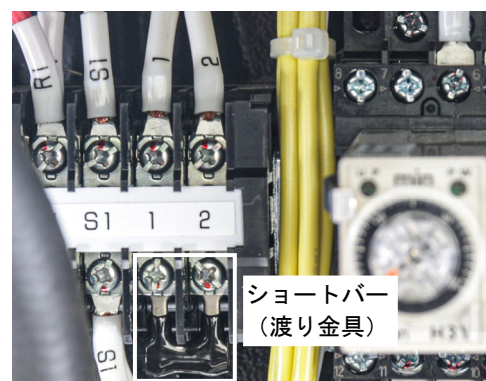

Fig. 5
- 4) 端子台 1、2の下部に接続されているショートバー（渡り金具）を取り外してください。（Fig.5）